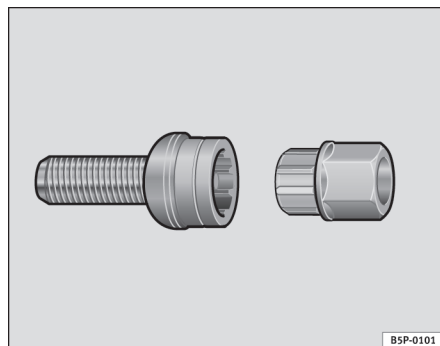

Abb. 155 Diebstahlhemmende Radschrauben
- Setzen Sie den Adapter bis zum Anschlag in der diebstahlhemmenden Radschraube ein ⇒ **Abb. 155**.